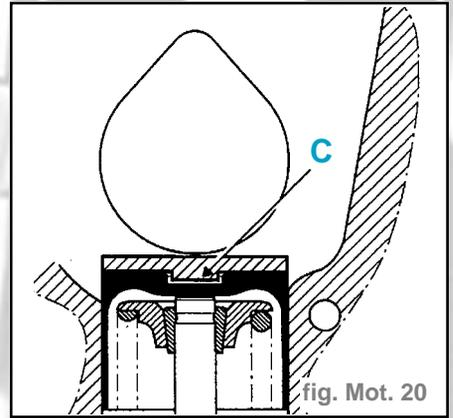

fig. Mot. 20
Nota : Lors du remontage de la pastille de réglage, retirer l'huile contenue dans le fond de l'alésage (C) du poussoir (fig. Mot. 20).